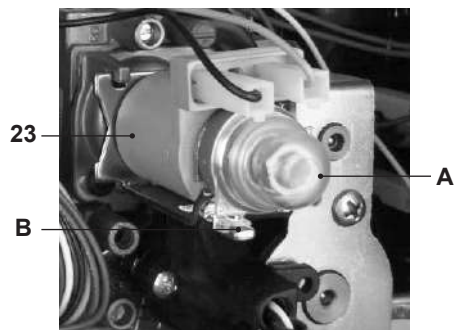

Fig. 7.9
- Rimuovere il cappuccio di protezione A dell'operatore modulante 23 in Fig. 7.9 ruotandolo in senso orario per liberarlo dal fermo B e facendo leva con un cacciavite piatto nella scanalatura.